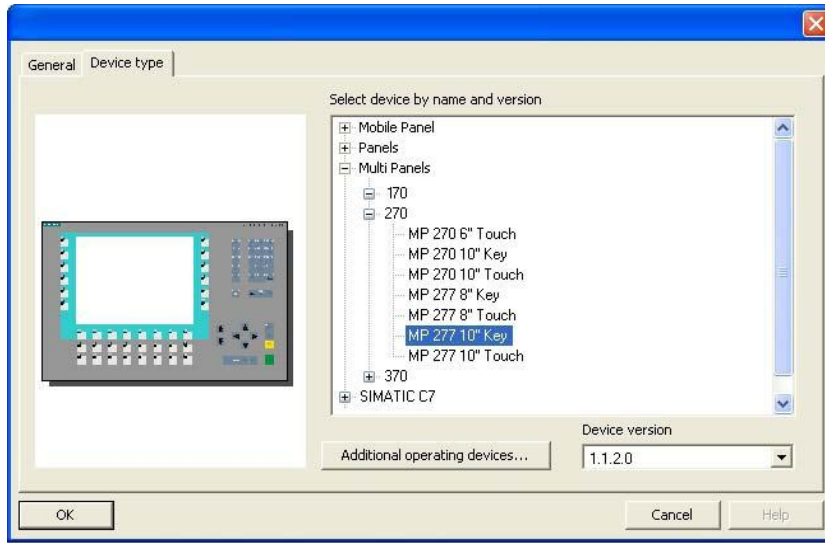

图12 选择多功能面板类型
3. 在随后打开的“属性 - WinCC flexible RT” (Properties - WinCC flexible RT) 对话框中，选择所使用的多功能面板并单击“确定” (OK) 确认，如图12所示。